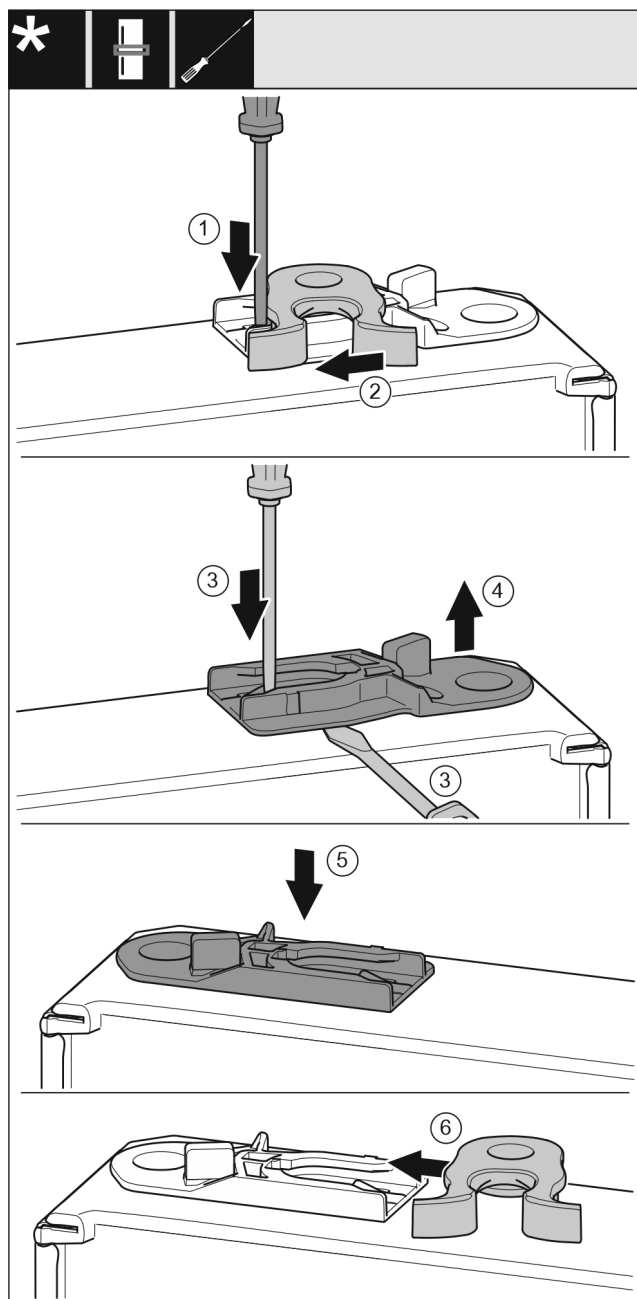

Fig. 51 *
- Wcisnąć nakładkę Fig. 51 (1) w dół przy użyciu śrubokręta.*
- Wyjąć hak zamykający Fig. 51 (2) z prowadnicy.*
- Wyjąć tuleję prowadzącą Fig. 51 (3, 4): Wcisnąć nakładkę przy pomocy śrubokręta i jednocześnie przesunąć śrubokrętem pod tuleję prowadzącą.*
- Tuleję prowadzącą Fig. 51 (5), objętą zakresem dostawy wsunąć po drugiej stronie obudowy.*
- Wsunąć hak zamykający Fig. 51 (6) do prowadnicy.*